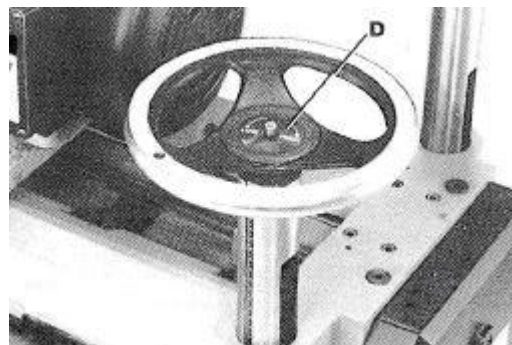

Рис. 6 Фиксирующая пластина
3. Установите фиксирующую пластину (D), Рис. 6, на вал подъема и опускания, как показано на рисунке